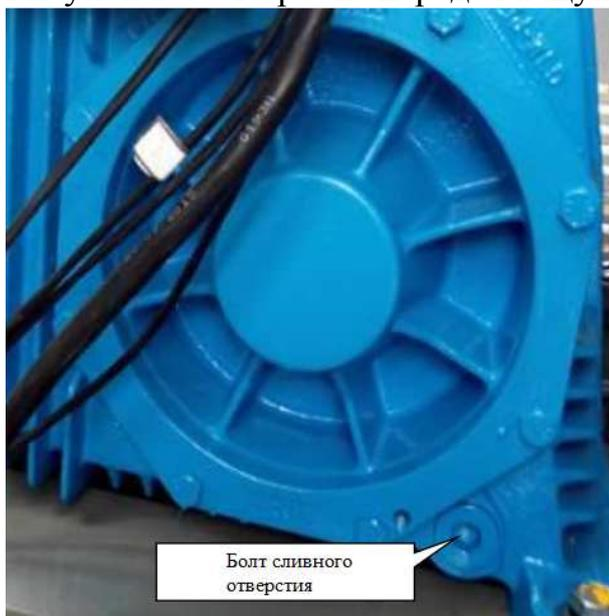

Рисунок 1.5 – Расположение сливного отверстия
4) При заполнении маслом следует учитывать температуру окружающей среды. При нормальной работе эскалатора температура масла должна составлять 80...90 °С. Если уровень масла превышает допустимый, требуется его слить до нужного уровня, выкрутив болт (рис. 1.5).